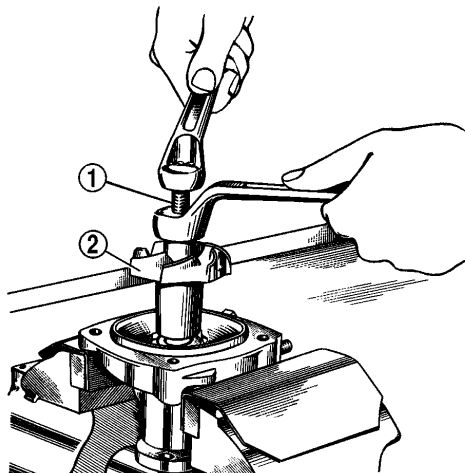

Bild 2-63. Ausbau des Flügelrads:
- Den Deckel in Schraubstock einspannen, dabei Zwischenlagen benutzen, und das Laufrad 2 (Bild 2-63) von der Welle mit Abziehvorrichtung A.40026 abziehen,